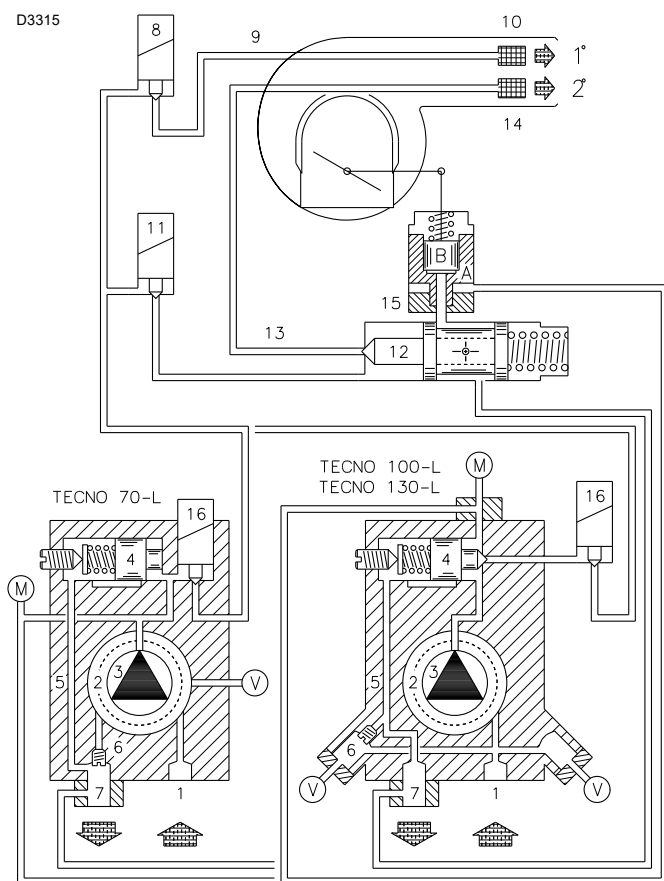

Fig. 27
7.2.1 Burner starting (Fig. 26) - (Fig. 27)